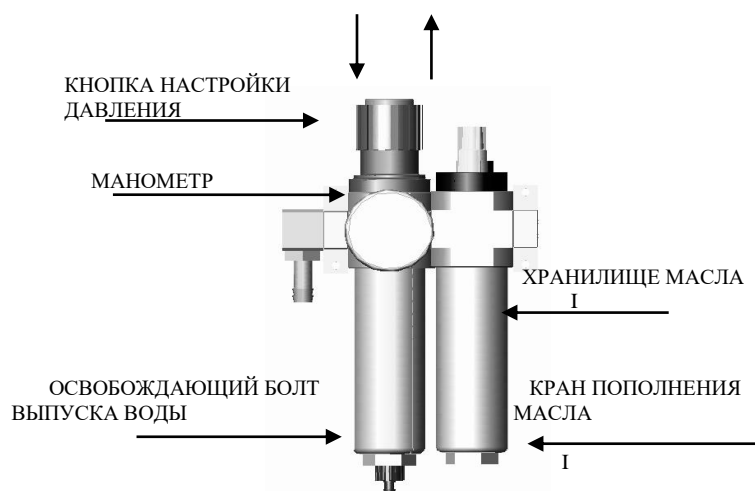

РИСУНОК 3
- 3.1 Для правильной работы пневматической системы давление воздуха должно быть 7-8 Бар. Не работайте с механизмом, если давление воздуха ниже 6 Бар. Для того, чтобы проверять и настраивать давление воздуха, смотрите показания манометра. (Смотрите Рисунок 3).
6.1.4 Проверьте фильтры давления воздуха и уровень масла в кондиционере. Наполните его, если уровень масла низкий. (смотрите Рисунок 3).